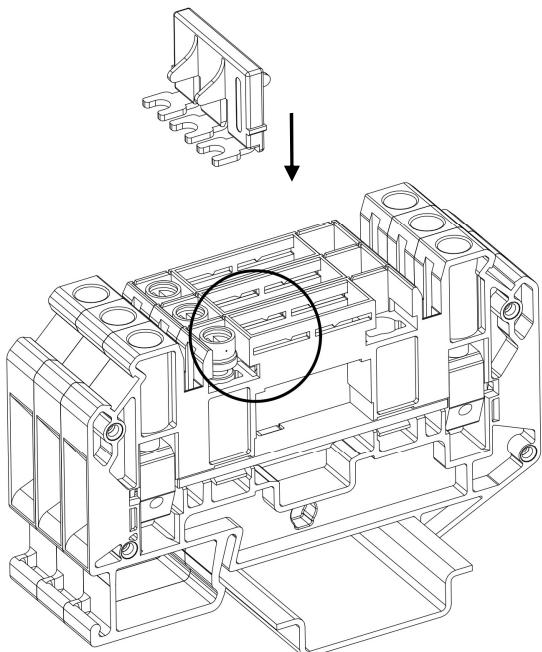
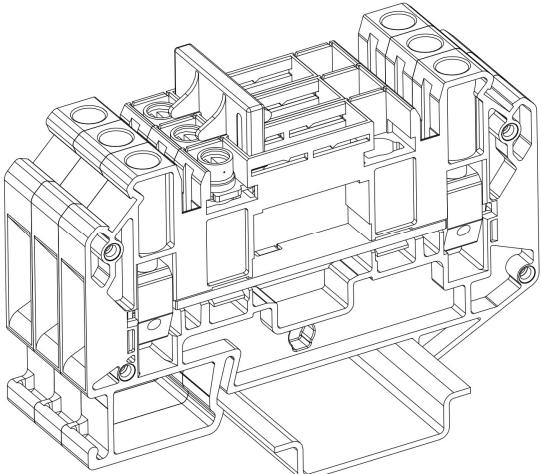

Рисунок 57 – установка моста коммутационной перемычки
Рисунок 58 – установленный мост коммутационной перемычки
- Вдавите мост в указанное отверстие чтобы соединить винт и втулки. Убедитесь, что мост попал в необходимые пазы (рис. 57; рис. 58).